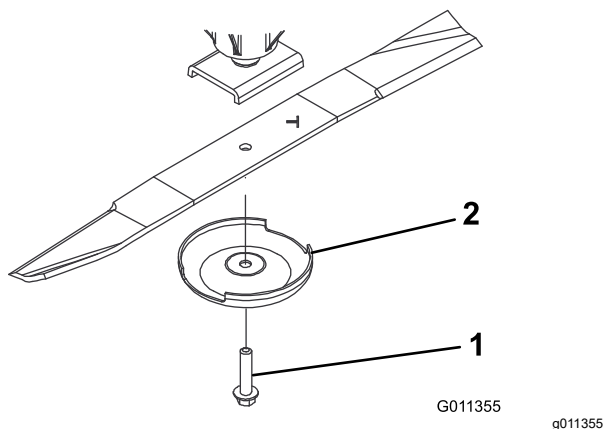

Figura 14
2. Afferrate l'estremità della lama con un cencio o un guanto bene imbottito. Togliete il bullone, la coppa antistrappo e la lama dall'asse del perno (Figura 14).
3. Montate la lama con la costa rivolta verso il piatto di taglio, servendovi della coppa antistrappo e del bullone della lama (Figura 14). Serrate il bullone della lama a 115–149 N·m.